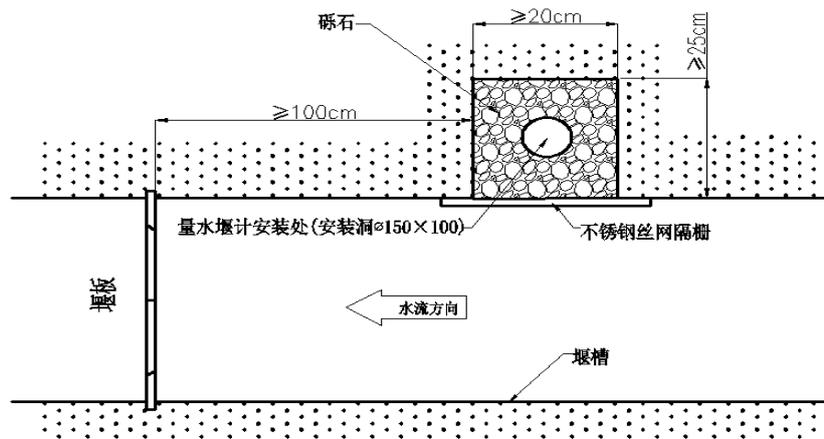
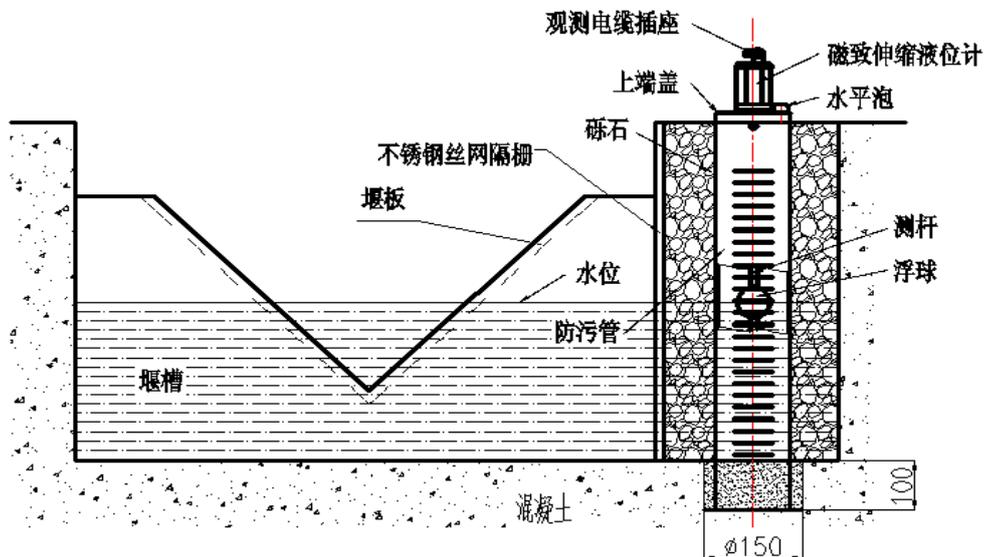

图 3
图 4
4.3 量水堰计安装埋设布置(槽式法)见图 3，常用的三角形量水堰见图 4：